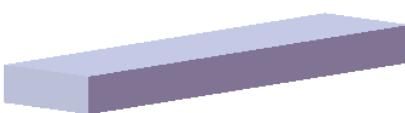
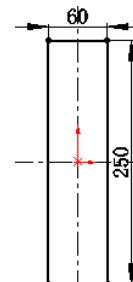

图 17.10.25 创建凸台一拉伸 1
图 17.10.26 横断面草图
Step2. 创建图 17.10.25 所示的零件基础特征——凸台一拉伸 1。选择下拉菜单 **插入(I)** → **凸台/基体(B)** → **拉伸(E)...** 命令；选取前视基准面作为草图平面，绘制图 17.10.26 所示的横断面草图；采用系统默认的深度方向，在 **方向1** 区域的下拉列表中选择 **给定深度** 选项，在 **D1** 输入深度值 20.0。单击 按钮，完成凸台一拉伸 1 的创建。